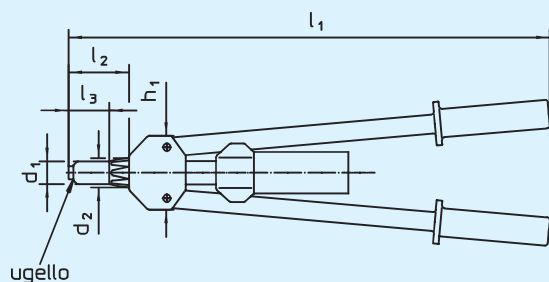

fig. 1
- La rugosità dei fori nei materiali duri (vedi fig.1) deve avere un valore $R_z = 10-30$ μm